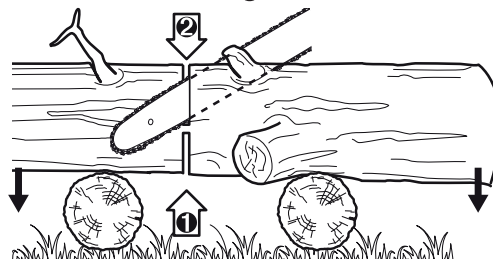

Fig. 40
- > Quando o tronco é suportado em ambas as extremidades (Fig. 40), o corte deve ser feito por cima e ter 1/3 do diâmetro do tronco. Em seguida, deve ser feito o corte final que deverá ir ao encontro do primeiro corte com um corte por baixo dos 2/3 inferiores.